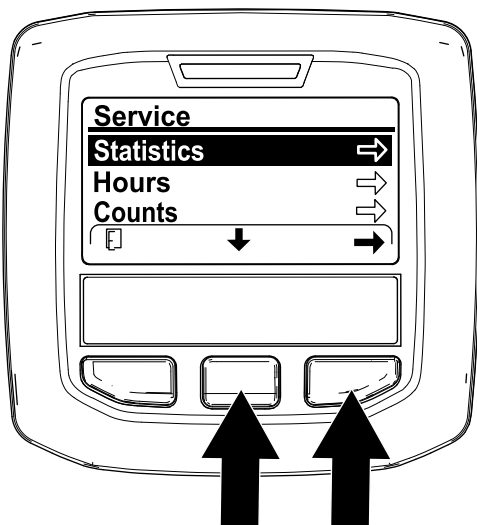

图 104
- 在SERVICE维护屏幕上按中间 InfoCenter 信息中心按钮直至 STATISTICS 统计选项被选定然后按右侧按钮图 104。